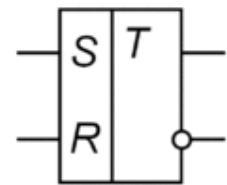

Рис. 1 УГО триггера
**RS-Триггер** это триггер, который сохраняет своё предыдущее состояние при нулевых входах и меняет своё выходное состояние при подаче единицы на один из его входов. УГО триггера изображено на Рис. 1
Общая структура последовательных ФУ представлена на рис.1(а,б) и может быть представлена в виде автомата Мили (рис.1,а) или Мура (рис.1,б). Она имеет несколько Элементов памяти (ЭП) и управляющую комбинационную схему (УКС), вырабатывающую сигналы  $Z$ , управляющие их переключением. На вход УКС поступают внешние сигналы  $X$  и сигналы  $Y$  с выходов (всех или части) элементов памяти. Состояние ФУ определяется совокупностью состояний всех ЭП, т.е. значениями  $Y_0, Y_1, \dots, Y_{m-1}$  ( $m$  – разрядное число  $Y$ ).